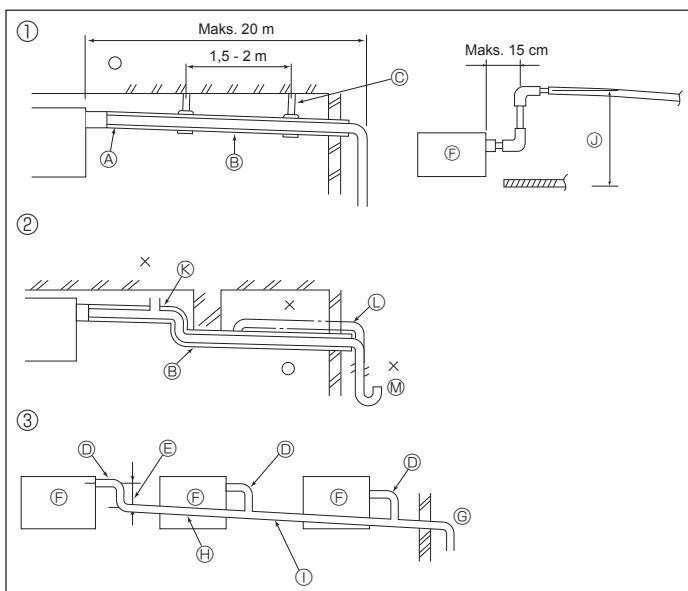

Fig. 3-1
3.1. Drenaj Tesisi İşleri (Fig. 3-1)